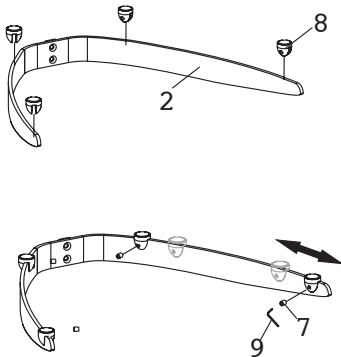

Fig. 1
Attacher la natte plastic (8) à l'étagère (2) avec les boulons de réglages (7) en utilisant une clé allen de 2.5x2.5mm. Ne pas les boulons du dessus, et glisser le plateau dans la position souhaité.(Fig.1) Il peut être replacer pour s'adapter à toutes les tailles d'équipement A/V. Puis serrer solidement tous les boulons en utilisant une clé de 2.5mm (7)